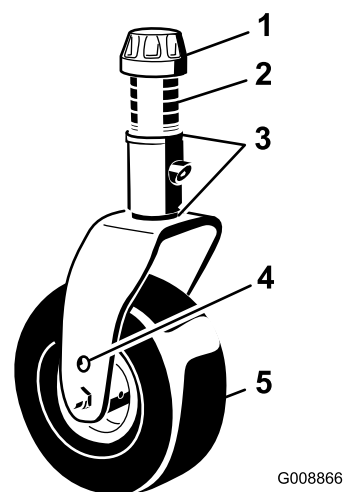
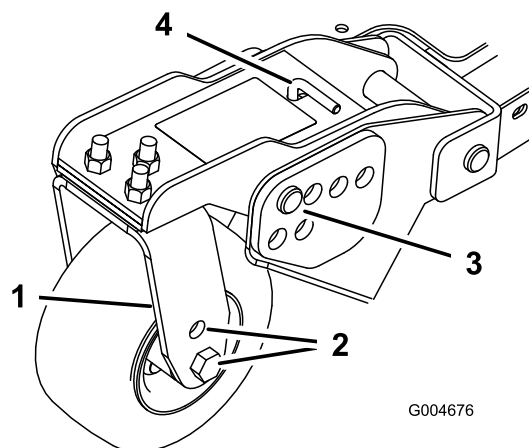
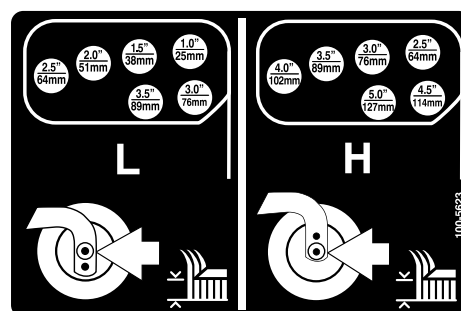

Figure 19
Figure 21
Figure 22
1. Placez les essieux des roues pivotantes dans les mêmes trous sur toutes les fourches (Figure 19 et Figure 21).
2. Enlevez le chapeau de tension de l'axe de pivot et sortez l'axe du bras de la roue pivotante (Figure 19).
- Enlevez la goupille fendue et les axes de chape des bras pivotants (Figure 21).
- Tournez la tige de tension pour élever ou abaisser le bras de pivot jusqu'à ce que les trous soient en face de ceux du support de hauteur de coupe sélectionnés dans le cadre du plateau de coupe (Figure 21 et Figure 22).